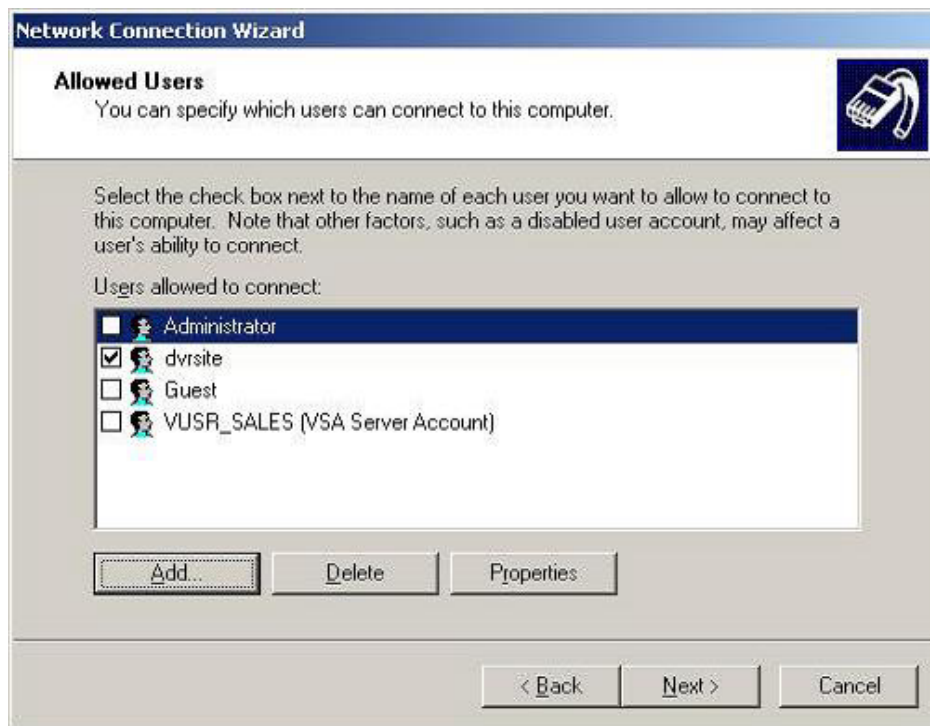

Figura 5.2.4f
6. Agregue un nuevo usuario "Allowed Users" (Usuarios Permitidos) seleccionando el botón "ADD" según indicado en la Figura 5.2.4f). Cuando cree un nuevo usuario, el Nombre del usuario DEVE SER "dvrsite". Pulse en NEXT para seguir.